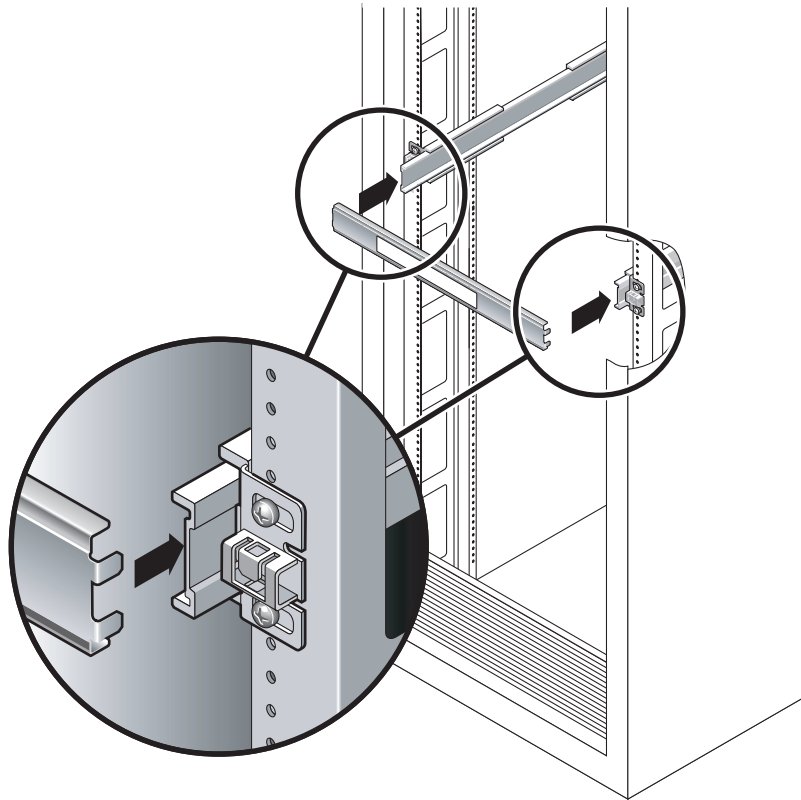

FIGURA 2-6 Utilizzo dello strumento distanziatore per regolare la distanza tra le guide
- a. Nella parte anteriore del rack, inserire il lato sinistro dello strumento nelle scanalature poste all'estremità del binario di sinistra (FIGURA 2-6).